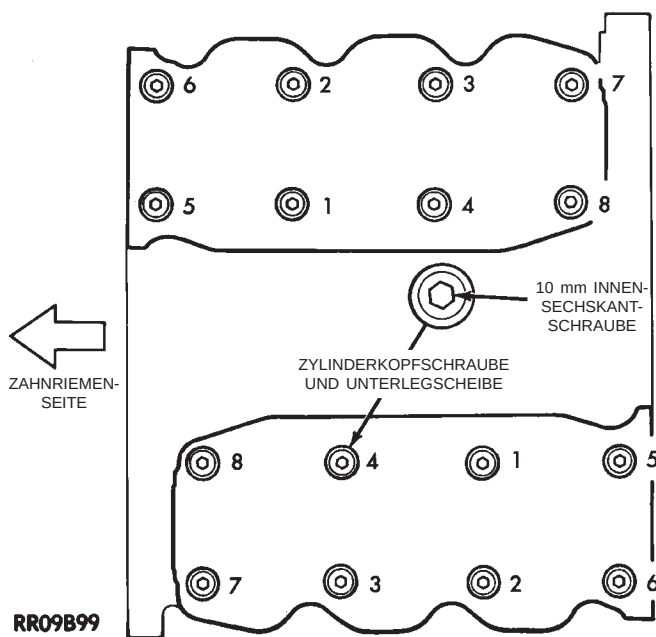

Abb. 34 Anzugsreihenfolge/Zylinderkopfschrauben
- (1) Alle Paßflächen an Motorblock und Zylinderköpfen reinigen, Zylinderkopfdichtung auf die Paßstifte aufsetzen.
- (2) Zylinderkopf auf die Paßstifte aufsetzen.
- (3) 10mm-Innensechskantschrauben mit Unterlegscheiben einsetzen.
- (4) Schrauben in der in (Abb. 34) gezeigten Reihenfolge festziehen. Die Zylinderschrauben allmählich in zwei oder drei Durchgängen bis zum vorgeschriebenen Anzugsdrehmoment von 108 N·m (80 ft. lbs.) festziehen.